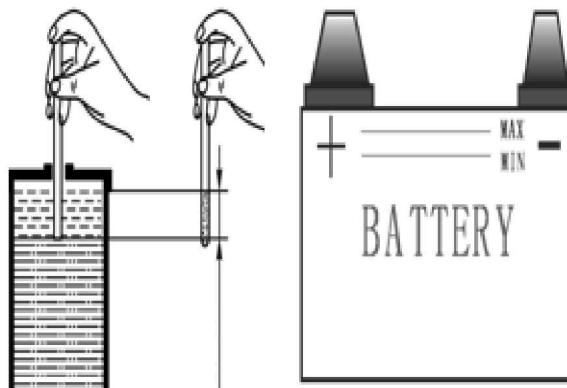

图 1-14 检查液面高度
(1) 玻璃管测量法：液面高度可用玻璃管测量，电解液液面应高出极板 10~15mm，电解液不足时应加注蒸馏水。测量时用手指堵住管口。
(2) 液面高度指示线法：正常情况下应介于 MAX 和 MIN 之间，低于 MIN 线应补加蒸馏水。如图 1-14：